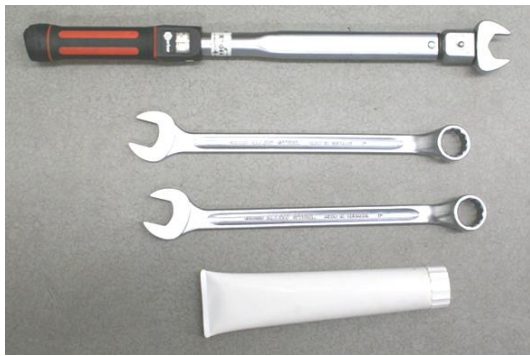

Figura 1
- Per gli utensili e gli ausili richiesti si veda figura 1.